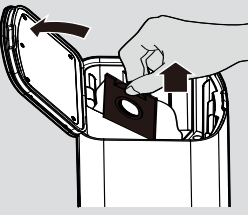

Fig. 16
**SOSTITUZIONE DEL SACCO RACCOGLIPOLVERE [Fig. 16,17]**
Haal de lader uit het stopcontact en zet de Robot uit. Draai de Robot om en plaats deze op een gelijkmatig oppervlak. Verwijder de schroeven en het deksel van het batterijvak. Verwijder de accu. **[Afb. 16]**